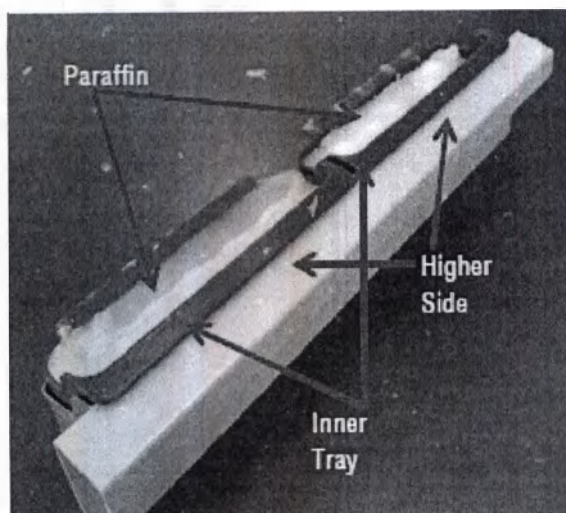

Рисунок 5F
2. Извлеките внутренний лоток (изготовленный из вида силиконовой резины) из парафинового лотка №2, а затем удалите парафин с внутреннего лотка (рис. 5F). Парафин можно легко удалить путем деформации внутреннего лотка (рис. 5 G)